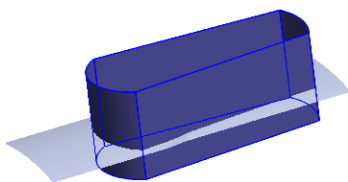

图 5.12.15 曲面-拉伸 2
Step13. 创建图 5.12.15 所示的零件特征——曲面-拉伸 2。选择下拉菜单 **插入(I)**  **曲面(S)**  **拉伸曲面(E)...** 命令，系统弹出“拉伸”对话框；选取基准面 1 为草图基准面；绘制图 5.12.16 所示的横断面草图，建立相应约束并修改尺寸，然后选择下拉菜单 **插入(I)**  **退出草图** 命令，此时系统弹出“曲面-拉伸”对话框；采用系统默认的拉伸方向；在“曲面-拉伸 2”对话框 **方向 1** 区域的下拉列表中选择 **给定深度** 选项，输入深度值 50.0；在 **方向 2** 区域的下拉列表中选择 **给定深度** 选项，输入深度值 10.0；单击对话框中的  按钮，完成曲面-拉伸 2 的创建。